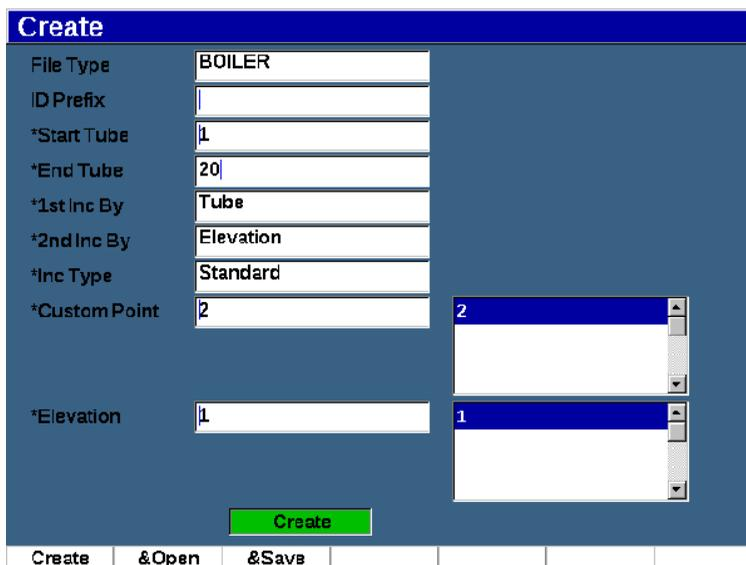

Рис. 10-5 Advanced [Усовеш.] (вторая страница Create)
7. На второй странице Create нажмите клавишу параметра (P1–P7), чтобы выбрать тип (см. Рис. 10-5 на стр 209):